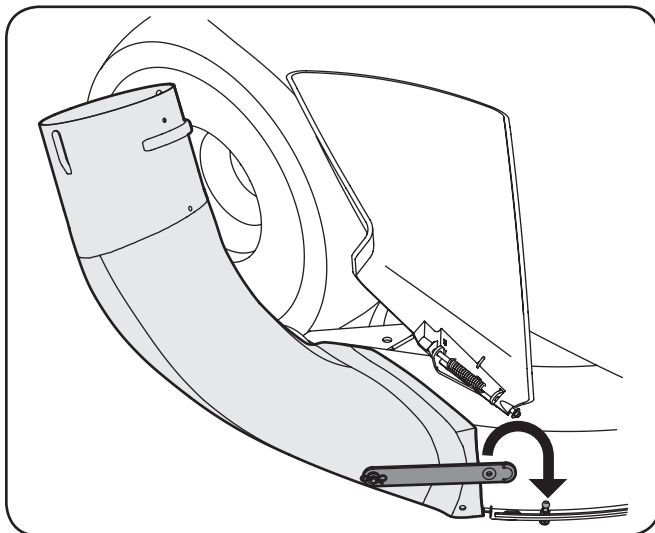

Figure 4-24
- Fixez le coude de la goulotte de descente à la plate-forme du tracteur en accrochant la courroie de la goulotte de descente sur la goupille de queue à rotule installée plus tôt sur la plate-forme. Consultez la figure 4-24.